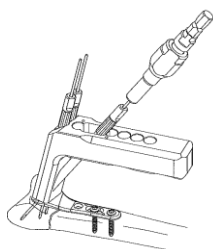

図19
- 19) 骨幹部の固定が完了したら、茎状突起部ドリルスリーブをプレートに係合し、茎状突起ガイドピンスリーブを組み付け、1.3ガイドピンを刺入します。(図19)